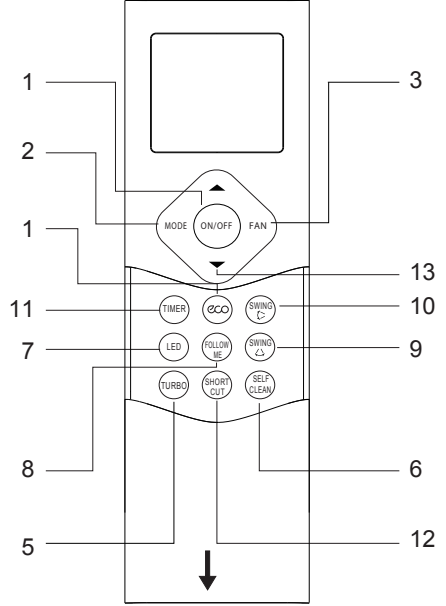

fig. 1 -
Kumanda ("fig. 1 -"), bir dizi tuş ve ünitenin doğru kullanımı amacıyla kullanıcı ve montajcı için gerekli tüm aktif fonksiyonları ve çeşitli parametreleri gösteren bir ekrandan oluşur.
6. **SWING fonksiyonu** (kumanda göstergesinde görüntülenmez, iç ünite göstergesi fonksiyon aktif hale geldikten sonra "ON" yazısını 3 saniye boyunca gösterir, fonksiyon devre dışı kaldıktan sonra ise "OF" yazısını 3 saniye boyunca gösterir). "SWING" tuşuna basıldığında deflektörün otomatik hareketi aktif hale gelir. Kanadın otomatik hareketini etkinleştirmek için "SWING" düğmesini (bölüm 9 "fig. 1 -") basılı tutun. Kanadın konumunu 6 ° ayarlamak için "SWING" (bölüm 9 "fig. 1 -") düğmesine bir kez basın.
8. Anahtar kilidi. "TURBO"(bölüm 5 "fig. 1 -") ve "SELF CLEAN"(bölüm 6 "fig. 1 -") düğmelerine aynı anda bir saniye boyunca basılması, uzaktan kumanda tuş takımı kilidini etkinleştirir / devre dışı bırakır.
9. Kısıyol İşlevi. Mevcut ayarları ezberler ve bunların hızlı bir şekilde geri çağrılmasını sağlar. Mevcut ayarları kaydetmek için "SHORTCUT" (bölüm 12 "fig. 1 -") düğmesine 2 saniye basın. Kaydedilen ayarları geri çağırmak için "SHORTCUT" (bölüm 12 "fig. 1 -") düğmesine basın.